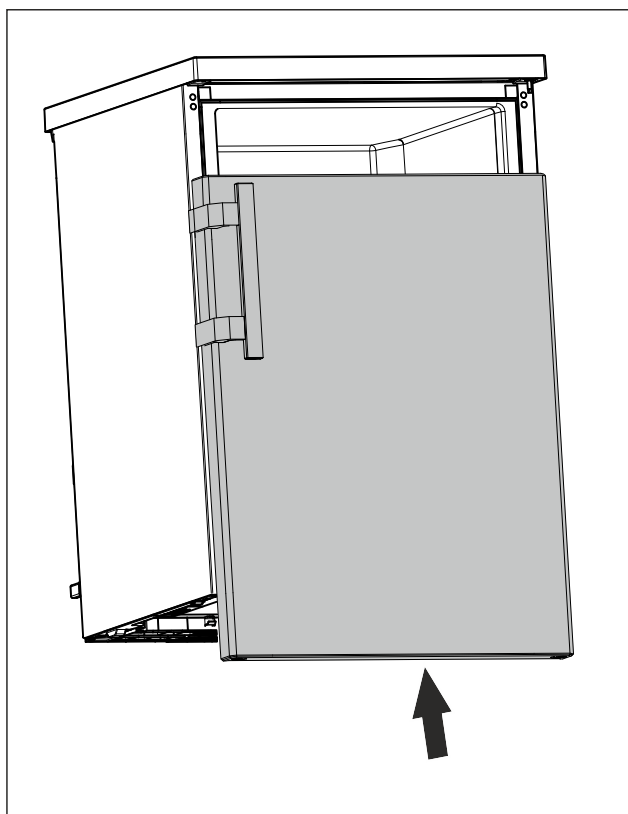

Fig. 24
- ▶ Tolja rá az ajtót zárt állapotban a felső csapra. (lásd Fig. 24)